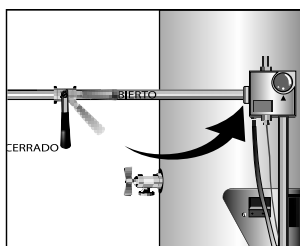

Figura 25
- Verifique que el producto ha sido correctamente instalado a la red de suministro de gas natural (Ver figura 25).